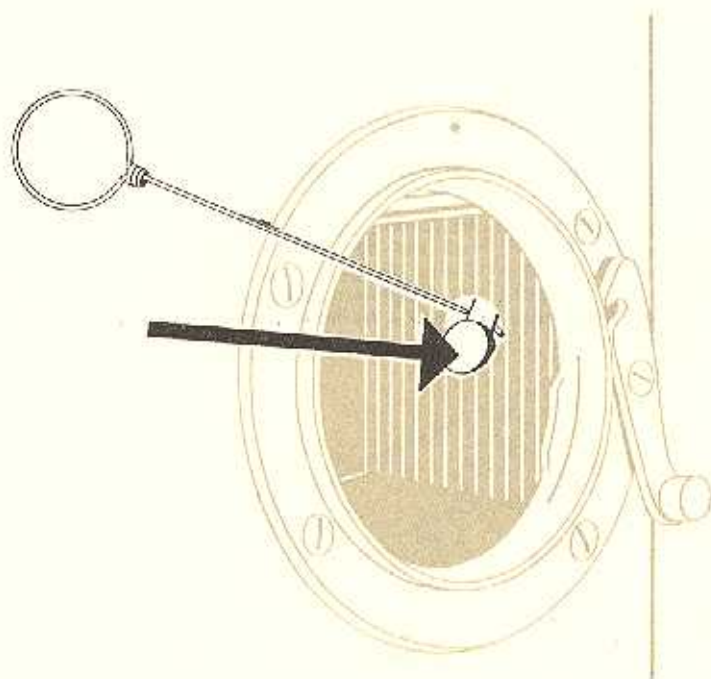

Abb. 2
a) Beispiel 1: Die größte Schärfe liegt vor dem  $\infty$ -Anschlag des Objektivs: Spiegelhaltefeder 300.23 U 5 mit Spiegelhaken gehalten (s. Abb. 2). Schrägniet an der Spiegelhaltefeder nach unten biegen, bis bei der  $\infty$ -Markierung am Objektiv die größte Schärfe gegeben ist.